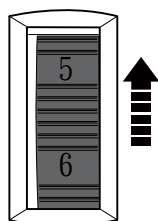

Fig. 4
>Rode o seletor de velocidade (1) para a frente (desde a perspectiva do utilizador) para aumentar a velocidade máxima (Fig. 4). Uma velocidade rápida é adequada para cortar com lâminas de serra finas ou cortar materiais macios.